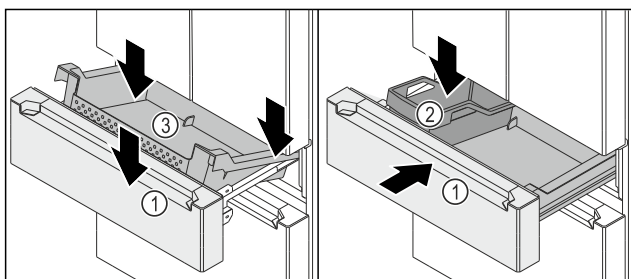

Fig. 151
- ☐ Wózek wysuwany Fig. 151 (1) jest wyjęty.
- ▶ Pojemnik Fig. 151 (3) umieścić po prawej i lewej stronie na szynach.
- ▶ Pojemnik Fig. 151 (3) opuścić z przodu tak, aby pojemnik Fig. 151 (3) znajdował się na szynach po prawej i lewej stronie.
- ▶ Zakładanie FlexBox Fig. 151 (2).
- ▶ Wsunąć wózek wysuwany Fig. 151 (1).